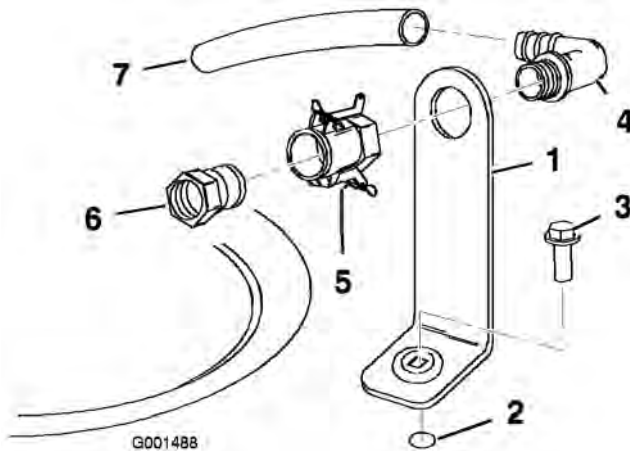

Bild 3
1. Setzen Sie die Füllanschlusshalterung auf das Gewindeloch im Behälter und befestigen Sie sie mit einem Bundbolzen (5/16 x 3/4 Zoll) (Bild 3).
2. Stecken Sie das Gewinde des 90-Grad-Anschlussstückes durch die Halterung und schrauben Sie die Schnellkupplung auf. Befestigen Sie sie an der Halterung (Bild 3).
3. Montieren Sie den Schlauchadapter auf die Schnellkupplung (Bild 3).
4. Drehen Sie die Hebel zum Adapter, um ihn zu arretieren. Befestigen Sie ihn dann mit den Lastösenbolzen (Bild 3).
5. Setzen Sie den Rücklaufschlauch auf das Ende mit dem Widerhaken der 90-Grad-Halterung (Bild 3).